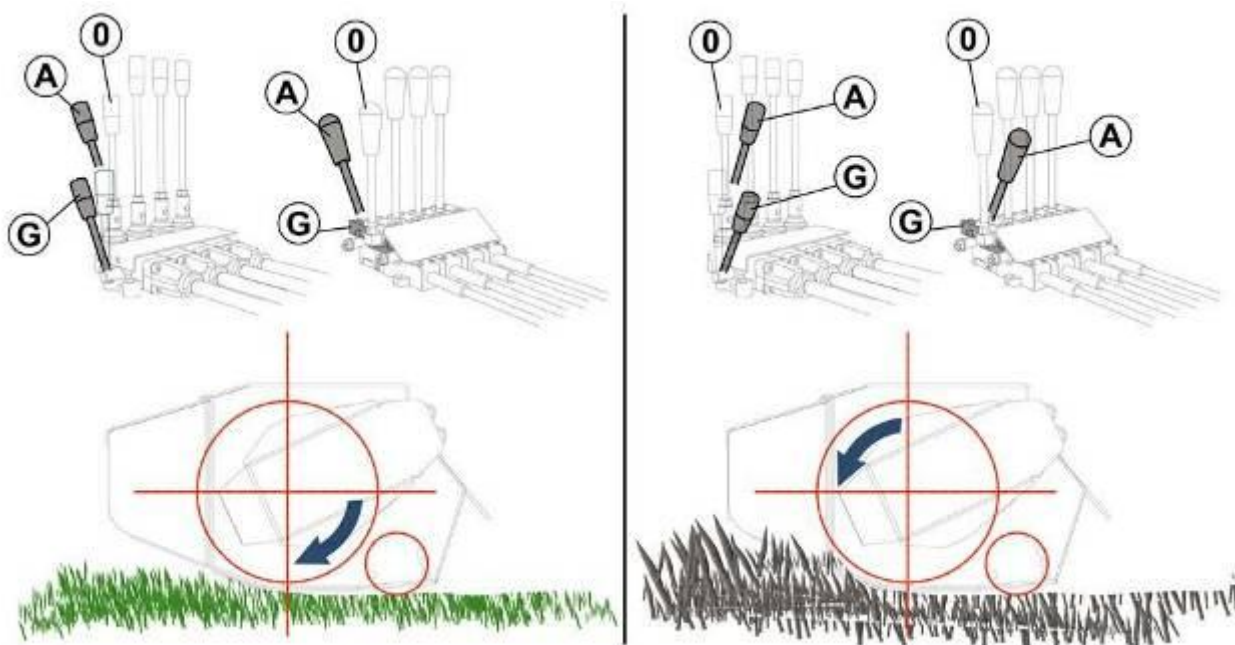

РИС. 6.4
- Для срезания травы направление вращения должно быть таким, как показано на РИС. 6.4